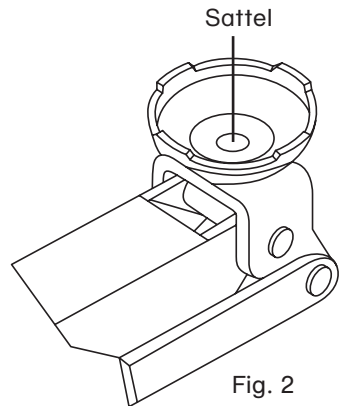

Fig. 2
3. Rollen Sie den Wagenheber unter das anzuhebende Fahrzeug, und zwar unter die für den Wagenheber vorgesehenen Aufnahmepunkte (beachten Sie hierbei die Angaben des Fahrzeugherstellers). Je nach Bedarf können Sie den Höhenadapter aus der Halterung links am Wagenheber entnehmen und in die Sattelaufnahme (Fig.2) stecken. Somit wird die Hubhöhe um 90 mm gesteigert.